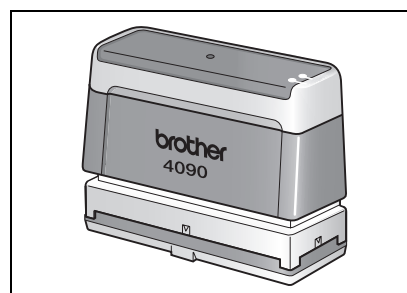

figure 11
- Laissez le tampon en position verticale pendant 3 minutes au minimum afin que l'encre se répande de manière égale sur le tampon (voir la figure 11).